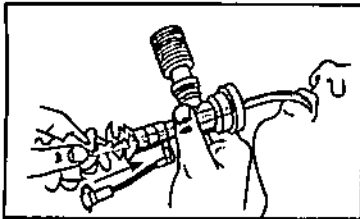

Fig. 1
1. Estabilice el catéter y el adaptador endotraqueal con un mano e introduzca el catéter en el tubo endotraqueal con el pulgar y el dedo índice de la mano opuesta (Fig 1).